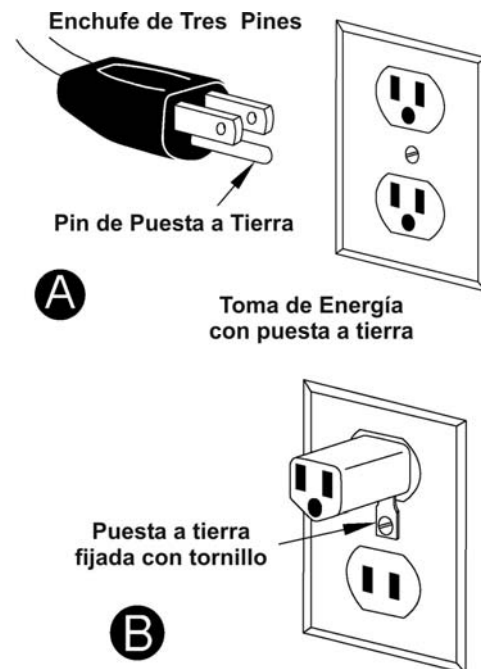

Figura 9
Refiriendose a la Figura 9: Como se recibe de la fábrica, su mortajadora esta lista para funcionar a 115-voltios. Esta mortajadora se fabrico para uso en un circuito que tenga un tomacorriente y un conector que tenga la apariencia como el que se ilustra en (A). Un adaptador temporal, como el que se muestra en (B), puede ser utilizado para conectar este conector a un receptaculo de dos patas, si un tomacorriente apropiadamente aterrizado no esta disponible. El adaptador temporal debera ser utilizado solamente hasta que un tomacorriente apropiadamente aterrizado pueda ser instalado por un electricista calificado. Este adaptador no es aplicable en Canada. La oreja rigida de color verde, argolla, o pestaña, extendiendose del adaptador, debera estar conectada a una tierra permanente, tal como una caja de tomacorriente.